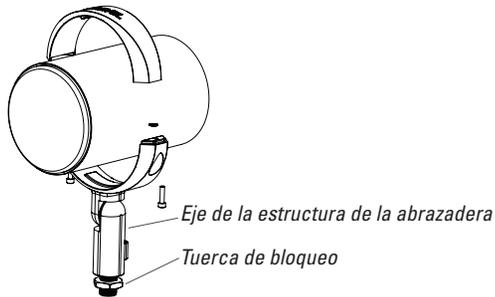

Figura 3
2. Atornilla la varilla roscada de la estructura de abrazadera y altavoz en el soporte de montaje. Después de orientarlo en la posición deseada, aprieta la tuerca de bloqueo con una llave (no suministrada) para bloquear la posición (consulta la Figura 3).